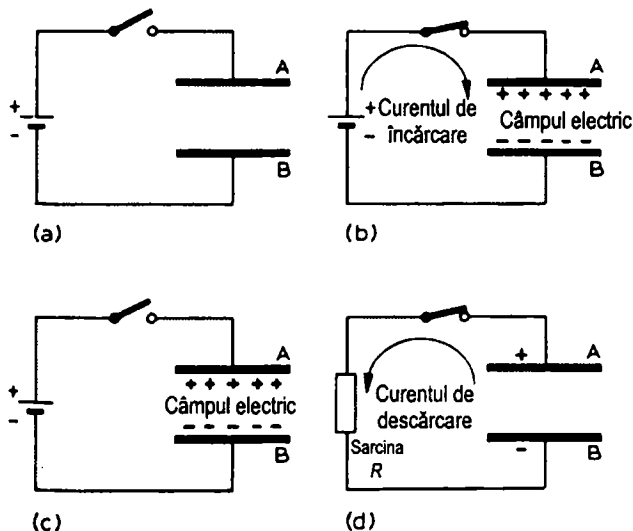

Figura 4.2 Încărcarea și descărcarea unui condensator
Figura 4.2(a) arată o baterie conectată la bornele unui condensator prin intermediul unui comutator. Când comutatorul este închis, așa cum se vede în imaginea (b), electrodul pozitiv al bateriei scoate electroni din armătura A, făcând ca armătura să se încarce pozitiv. Electrocul negativ furnizează electroni armăturii B, făcând-o negativă în aceeași măsură. Acest flux de electroni este denumit **curentul de încărcare**, care continuă să curgă până când tensiunea pe condensator devine egală cu t.e.m. a bateriei. Se spune în această situație despre condensator că este complet încărcat. Simbolul pentru **sarcină** este Q și unitatea de măsură este 1 Coulomb (C).